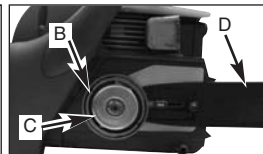

Abb. 4B
2. Deslice la cadena alrededor de la rueda dentada (B) atrás del embrague (C). Asegúrese que los eslabones se ajusten dentro de los dientes de la rueda dentada (Fig. 4B).
3. Guíe los eslabones dentro de la ranura (D) y alrededor del final de la barra (Fig. 4B).